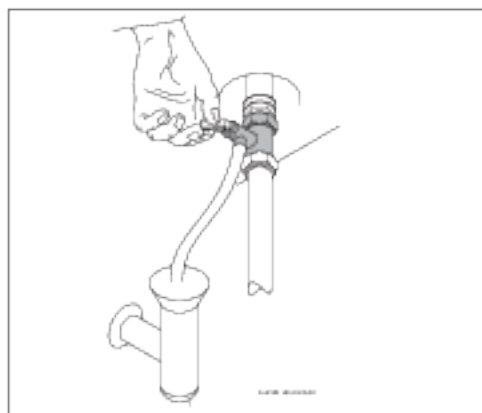

Рис. 13 Откройте предохранительный клапан вручную
- ▶ Откройте предохранительный клапан (рис. 13).
- ▶ Минимум один раз в месяц открывайте вручную предохранительный клапан (рис. 13).